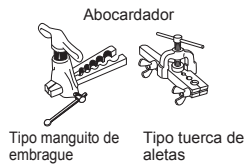
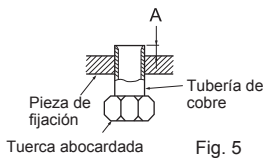

Fig. 4
Fig. 5
- Inserte completamente la manguera de drenaje en el depósito de drenaje situado en la parte posterior derecha de la unidad interior. (Fig. 4)
- Introduzca la manguera de drenaje en el manguito del orificio de la pared (C) y enganche la parte superior de la unidad interior en la placa de instalación (1). A continuación, desplace la unidad interior totalmente a la izquierda para facilitar la colocación de las tuberías en la parte posterior de la unidad.
- Corte un trozo de cartón de la caja de embalaje, enróllolo, engánchelo en el saliente trasero, y utilícelo como espaciador para levantar la unidad interior. (Fig. 5)
- Conecte el tubo de refrigerante a la tubería de extensión (B).
- Empuje la parte inferior de la unidad interior hacia la palanca de instalación (1).
- 4) Labores de abocardamiento (Fig. 4, 5). Sujete firmemente el tubo de cobre de la dimensión que se muestra en la tabla. Seleccione A mm en la tabla según la herramienta que emplee.